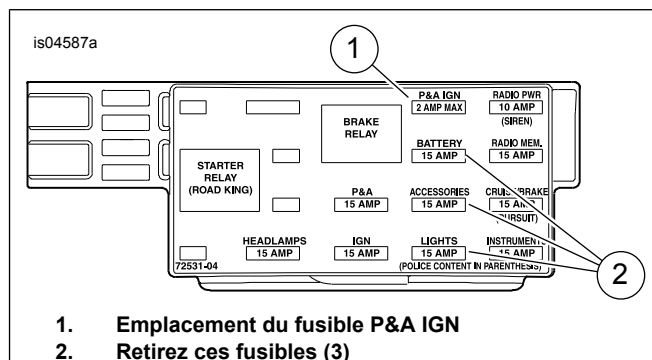

Figure 14. Cavité P&A IGN du fusible (modèles Touring de 2004 à 2007)
3. **TOUS les modèles** : consultez Figure 14 . Repérez la cavité du fusible nommée « P&A IGN », « 2A MAX » (1). Il y a une barre omnibus alimentant un côté de ce circuit, mais il n'y a pas de fil d'accouplement ni de fusible. Retirez les trois fusibles (2) existants dans cette rangée, en prenant en note leur emplacement.